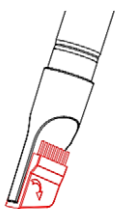

Fig. 10
1. Wie in **Abb. 10** dargestellt, können Sie die Wartungsdüse verwenden, um die Ecke und die Öffnung zu reinigen.